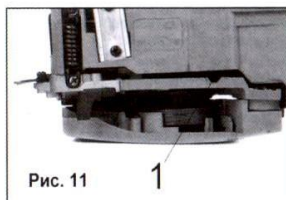

Рис. 11
- Эту операцию осуществляют поворотом специального винта (он находится на подошве корпуса), для чего нужно иметь отвертку или комбинированный гаечный ключ. Поворот винта (1) (См. Рис.11) по часовой стрелке уменьшает, а против часовой стрелки - увеличивает расход масла.